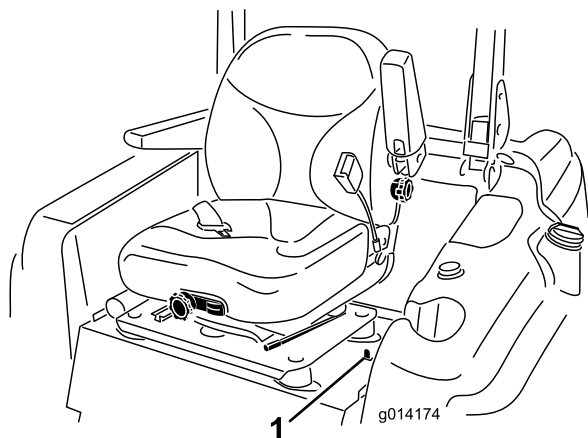

Figura 16
1. Spostate indietro il chiavistello del sedile, posto a sinistra di quest'ultimo, per sbloccare il sedile e tirate in avanti la parte superiore del sedile (Figura 16).